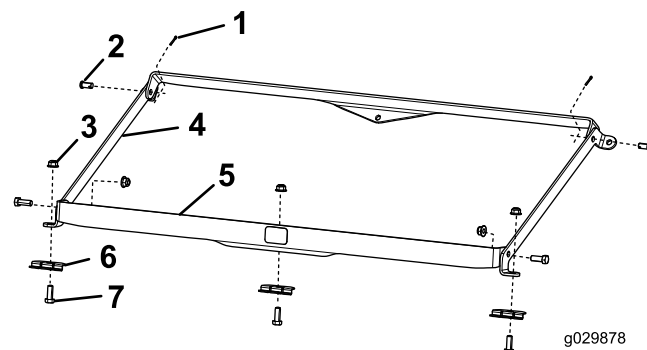

Рисунок 7
1. Соберите раму кронштейна выравнивающей сетки, используя 2 кронштейна поперечины и 2 боковых кронштейна вместе с 2 шплинтуемыми штифтами (3/8 x 3/4 дюйма), 2 шплинтами (15/16 x 3/4 дюйма), 2 болтами с шестигранными головками (3/8 x 1 дюйм) и 2 фланцевыми гайками (3/8 дюйма), как показано на Рисунок 7.
2. Подсоедините 3 нижних кронштейна прицепной выравнивающей сетки к задней нижней части рамы кронштейна сетки, используя 3 болта с шестигранными головками (3/8 x 1 дюйм) и 3 фланцевые гайки (3/8 дюйма), как показано на Рисунок 7.
3. Вставьте 3 нижних кронштейна прицепной выравнивающей сетки на раму кронштейна сетки в заднюю кромку прицепной выравнивающей сетки (Рисунок 7) и опустите раму кронштейна сетки на прицепную выравнивающую сетку.